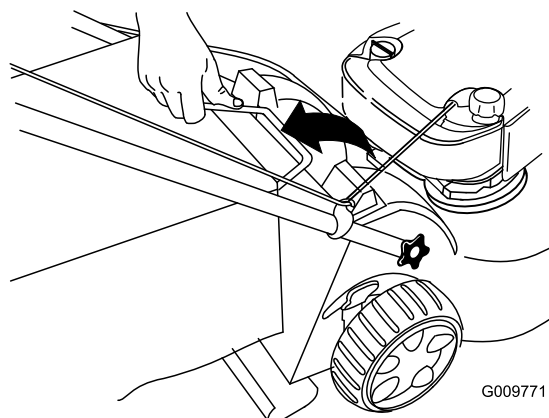

Figura 33
2. Retire el asa de la bolsa de recogida de las ranuras de la parte superior de la máquina y retire la bolsa de la máquina (Figura 33).